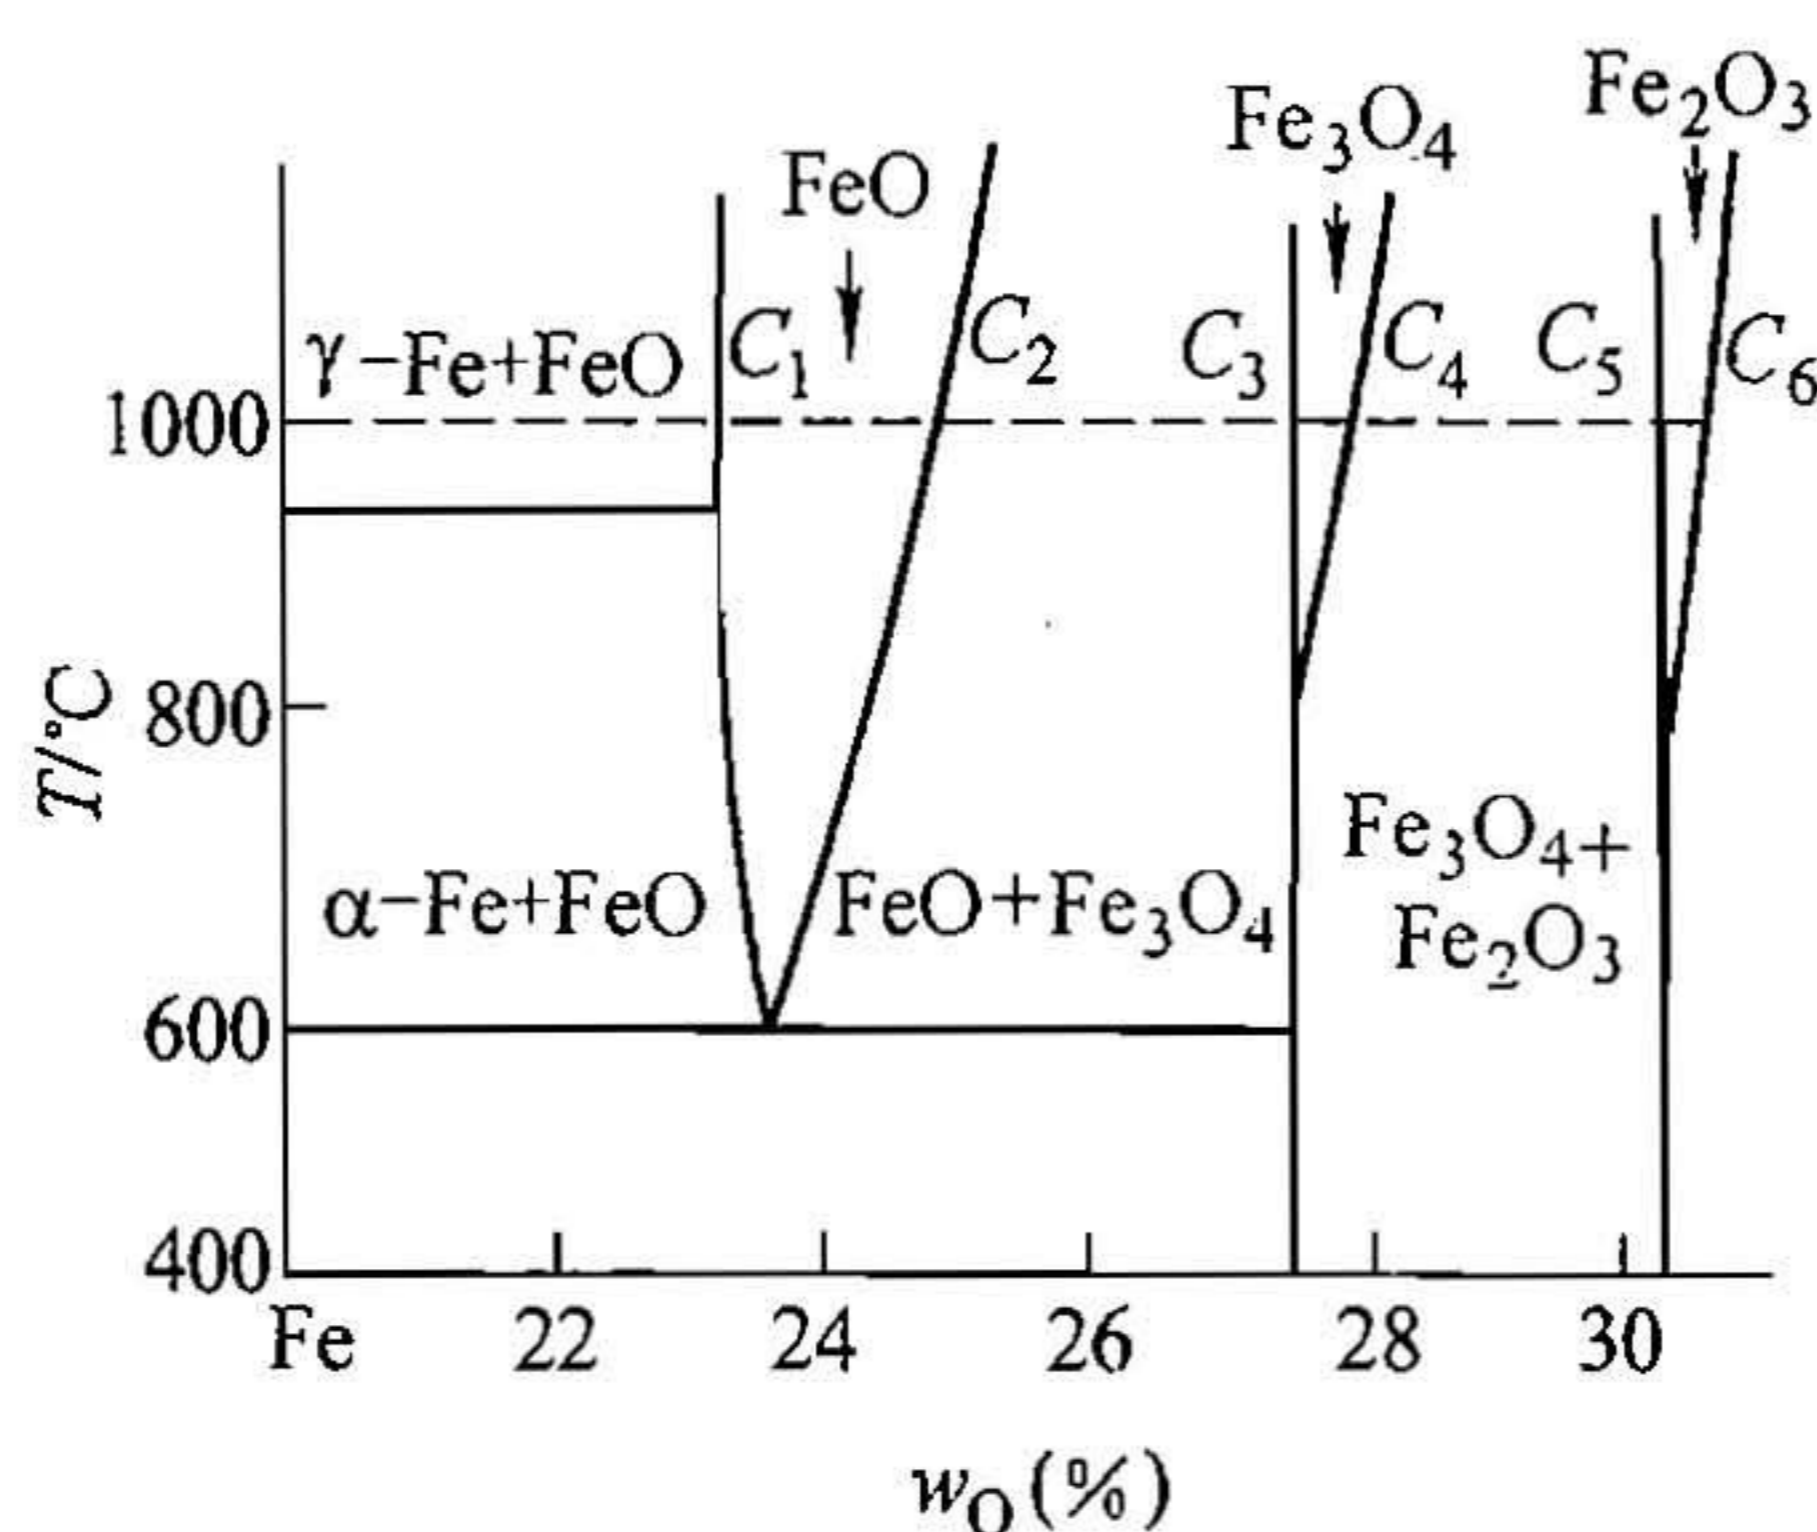

图 25-1 第二题第 5 小题图
5. 利用 Fe-O 相图 (见图 25-1), 分析纯铁在  $1000^\circ\text{C}$  氧化时, 氧化层内的组织与氧浓度分布规律, 画出示意图。